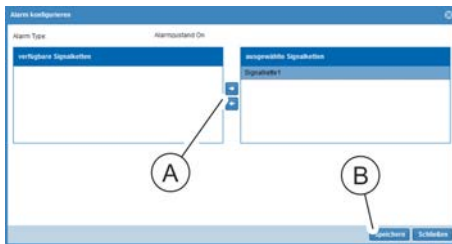

Abb. 168: Fenster "Alarm konfigurieren"
5. ➔ Im Fenster "Alarm konfigurieren" eine Signalkette auswählen und über die Schaltfläche „→“ (Abb. 168/Ⓐ) ins Feld „ausgewählte Signalketten“ schieben. Auswahl über die Schaltfläche „Speichern“ (Abb. 168/Ⓑ) bestätigen.